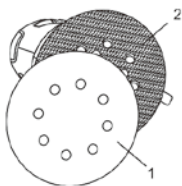

Fig. 1
Pour installer un disque de ponçage, appuyez fermement sur le disque de ponçage (1) sur la plaque autoagrippante (2) (Fig. 1).